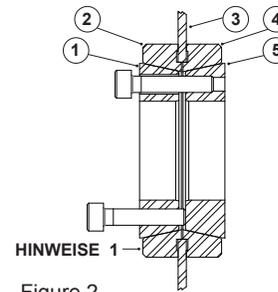

Figure 2
(Siehe Abbildung 2)**
4. Schleifen Sie eine Fase an den Enden der beiden Schrauben. Setzen Sie diese Schrauben in die Abdrückgewinde des vorderen Innenrings (Punkt 1) (siehe Abbildung 2).